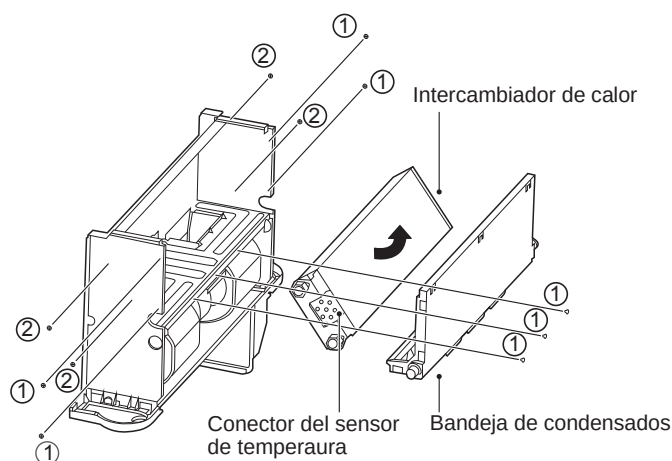

Figura 5-18
Como se muestra en la Figura 5-18, quite los tornillos ①*7 para sacar la bandeja de condensados.